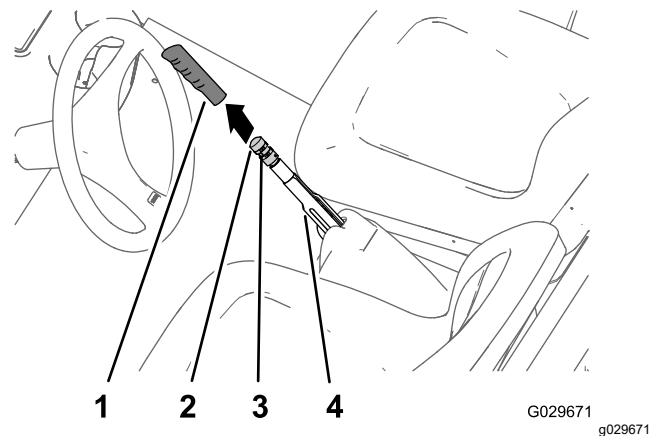

Figura 65
1. Retire la empuñadura de la palanca del freno de estacionamiento (Figura 65).
2. Afloje el tornillo de fijación que sujeta el pomo de ajuste del freno a la palanca del freno de estacionamiento (Figura 65).
3. Gire el pomo de ajuste del freno hasta que se requiera una fuerza de 133-156 N para accionar la palanca de freno de estacionamiento (Figura 65).
4. Apriete el tornillo de fijación e instale la empuñadura (Figura 65).
2. Afloje el tornillo de fijación (Figura 65) que sujeta el pomo de ajuste del freno a la palanca del freno de estacionamiento, quite el freno de estacionamiento y afloje el pomo de ajuste del freno.
5. Gire el pomo de ajuste del freno (Figura 65) hasta que se requiera una fuerza de 133-156 N para accionar la palanca de freno de estacionamiento.
- C. Gire el pomo de ajuste del freno (Figura 65) hasta que se requiera una fuerza de 133-156 N para accionar la palanca de freno de estacionamiento.
- Apriete el tornillo de fijación e instale la empuñadura (Figura 65).